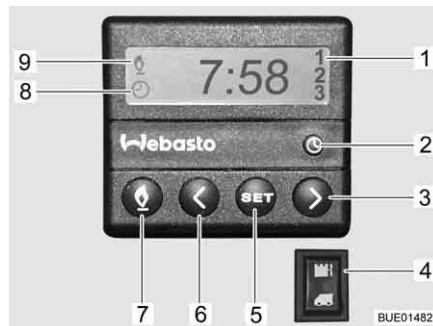

Bild 176 Kontrollenhet för motorvärme
- Tryck ner knapp (Bild 176,7). Värmedriften indikeras av symbolen (Bild 176,9). Fläkten startas först när kylmedelstemperaturen uppgår till 30 °C.
- Tryck ner knapp (Bild 176,7). Symbolen (Bild 176,9) slocknar.
- Vippkontakten (Bild 176,4) trycks in nedtill. Motorn förvärms. Fläkten startas direkt.
- Vippkontakten (Bild 176,4) trycks in upptill. Motorn värms inte upp.
- Tryck ner knapp (Bild 176,2). Tidsinställningen indikeras genom symbolen (Bild 176,8).
- Ställ klockan med knapparna (Bild 176,3 och 6).
- Tryck ner knapp (Bild 176,5).
- Ställ in starttiden inom 10 sekunder med knapparna (Bild 176,3 och 6).
- Tryck på knappen (Bild 176,5) tills önskat programnummer (Bild 176,1) visas på displayen.